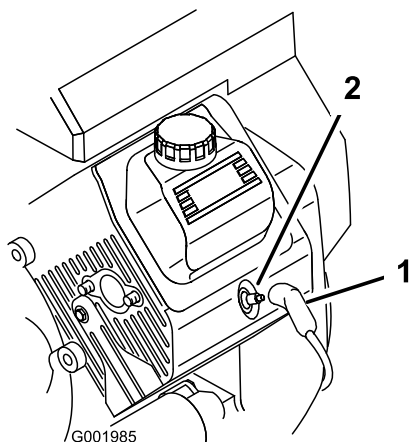

図 48
- 点火プラグのコードが抜けているのを確認する(図 48)。
- 点火コードを取り付ける(図 48)。